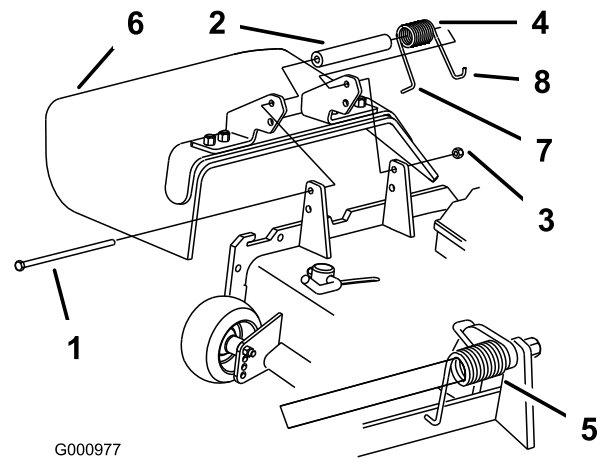

Figura 96
1. Togliete il dado di bloccaggio, il bullone, la molla e il distanziale che fissano il deflettore alle staffe orientabili del tosaerba (Figura 96). Togliete il deflettore dell'erba tagliata se è danneggiato o consumato.
- Nota:** Verificate che l'estremità **L** della molla si trovi dietro il bordo del piatto di taglio prima di montare il bullone, come illustrato nella Figura 96.
3. Montate il bullone e il dado. Infilate l'estremità a gancio **J** della molla attorno al deflettore dello sfalcio (Figura 96).